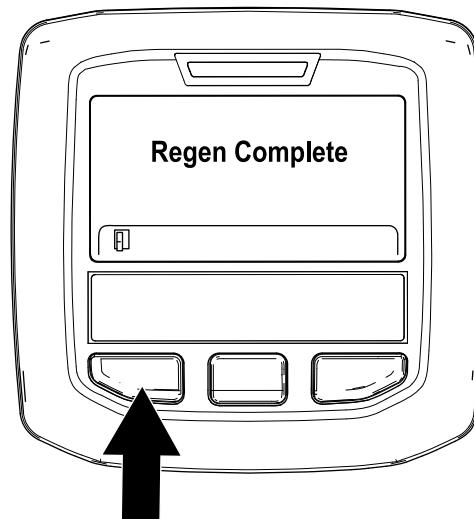

Figura 40
9. A regeneração em estacionamento está concluída quando a mensagem “Regen Complete” (Regen. completa) surge no InfoCenter. Prima o botão esquerdo para sair para o ecrã inicial (Figura 40).